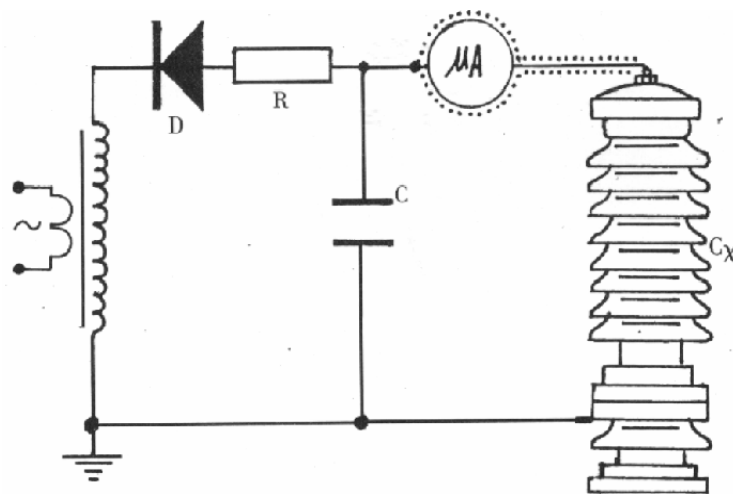

图 5 微安表接入试品 CX 高压侧接线图
2. 当需要精确测量被试品泄漏电流时，则应在高压侧串入高压微安表，如图 5 所示。